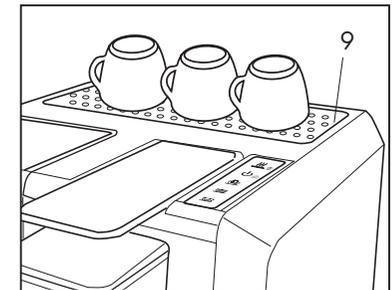

Fig.11
- Pour la préparation de l'expresso utiliser des tasses épaisses et préchauffées, pour éviter que le café ne refroidisse trop vite. Les tasses peuvent être chauffées sur le chauffe-tasses prévu à cet effet (9) (Fig. 11)